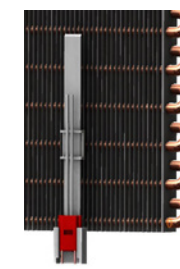

Figura 1b: Instalación de aletas de la batería
4. Montaje del Sensor de la Bobina (Figura 1b):